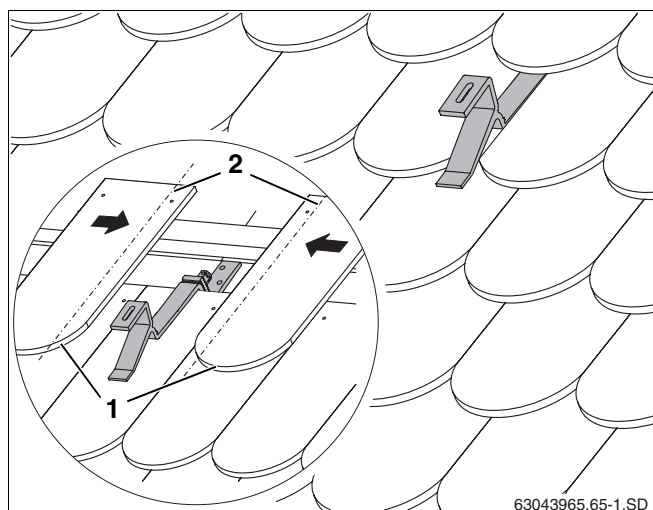

Fig. 20 Gancho de tejado con tejado cubierto
- ▶ Corte las tejas planas adyacentes (fig. 20, **pos. 1**) (por la línea discontinua, fig. 20, **pos. 2**).